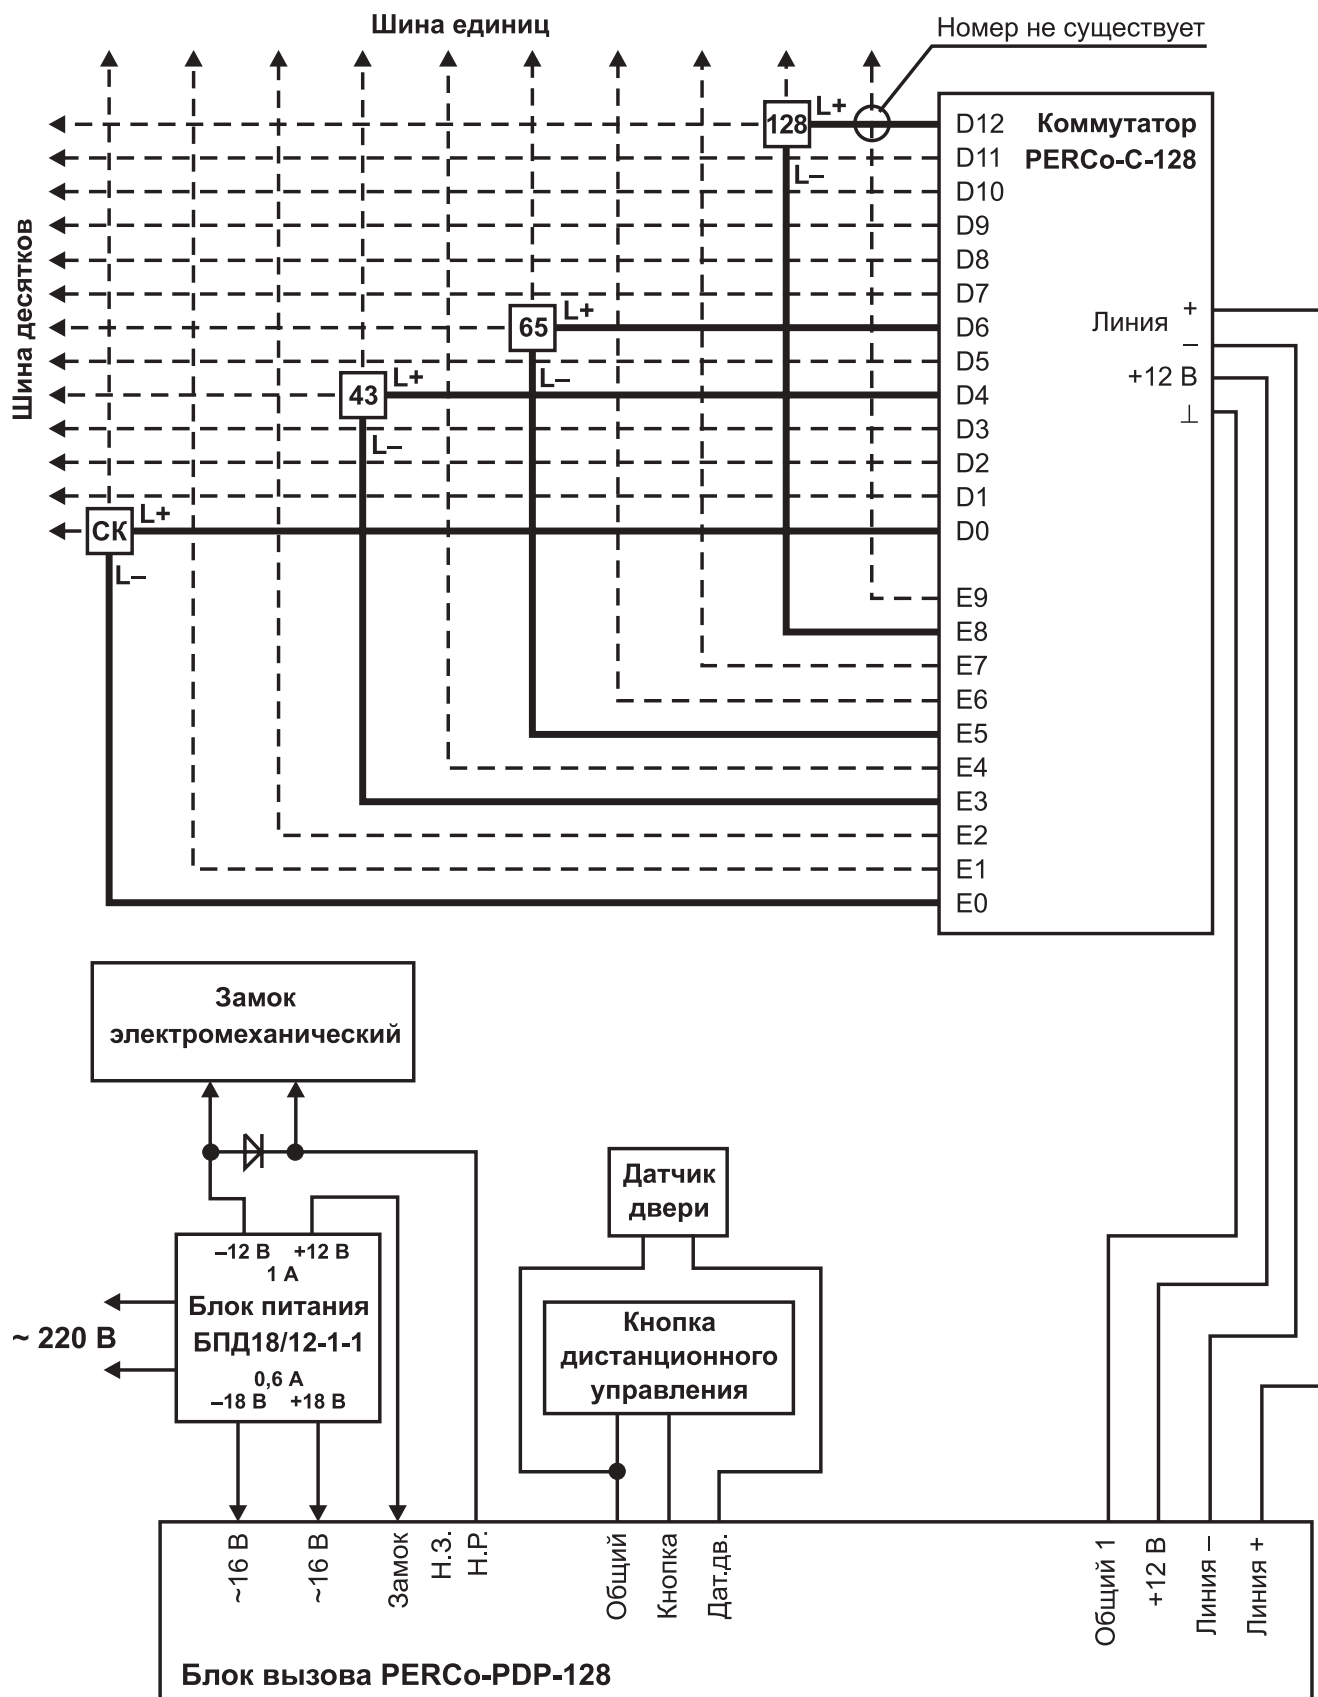

Рис. 2. Монтажная схема соединения блока вызова с коммутатором
- Подключите коммутатор к блоку вызова с помощью 4-х проводной линии связи согласно приведенной монтажной схеме (рис. 2). Домофон и коммутатор имеют специальные клеммные колодки для подключения проводов. Маркировка колодок коммутатора расположена на днище, внутри корпуса (маркировка шины единиц E0-E9, шины десятков — D0-D12).
Провода питания замка должны быть проложены отдельно от остальных цепей, соединяющих блоки домофона, кабелем большого сечения, не менее 0,5мм². Сопротивление одной жилы кабеля не должно превышать 10м. Замок должен иметь встроенную цепь искрозащиты (например, защитный диод, см. рис. 2). Для снятия статического заряда с замка рекомендуется заземлить корпус замка. Заземление выполнять проводом с сечением не менее 2мм². Не допускается совместная с проводом заземления, на участке более чем 1м, прокладка кабеля от датчика двери и проводов питания замка.